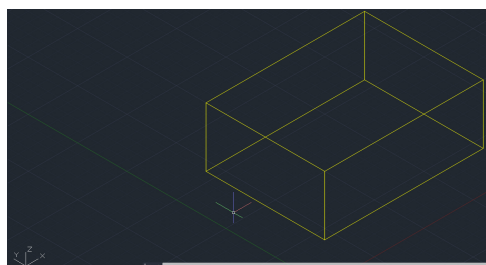

Figura 10.8. Vizualizare SW-atenție la axe.
Pe măsură ce facem clic pe: pictograma Acasă din ViewCube, acesta va apărea transparent, până când cursorul trece peste el, vizualizarea se actualizează la o vedere izometrică de Sud-Vest (SW), așa cum se arată în Figura 10.8.